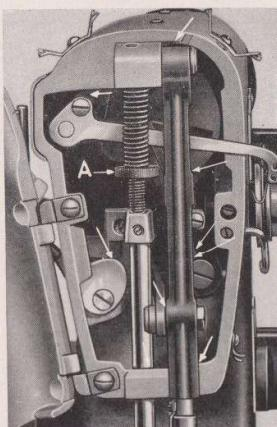

Fig. 62.
Fig. 62 visar oljehål och oljeställen, som finns fram till i maskinens övre arm, när deckeln öppnats.
3. Pressarfotstrycket för svagt. Öka trycket genom att vrida ställmuttern till höger (A fig. 62).
6. Pressarfottrycket för svagt, särskilt vid sömnad i tjockt tyg. Vrid ställmuttern till höger. (A fig. 62.)
3. Pressarfottrycket för starkt. Vrid ställmuttern (A fig. 62) till vänster.
1. Pressarfottrycket för hårt. Ställmuttern (A fig. 62) lossas något.